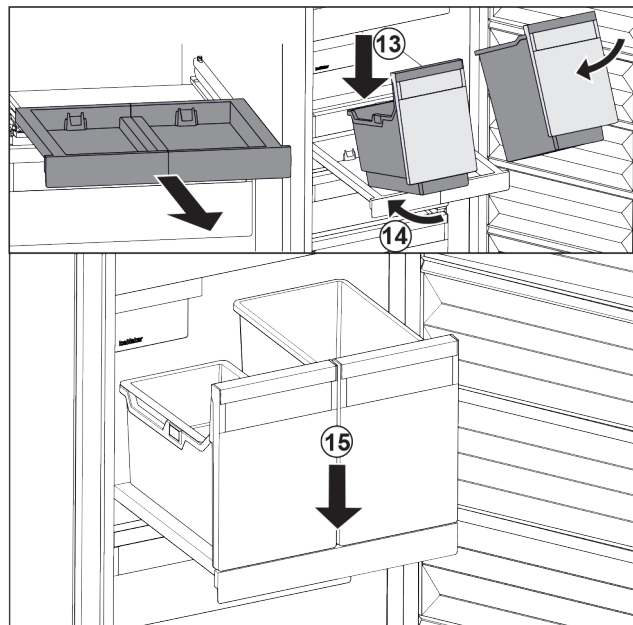

Fig. 106
- ▶ Sæt beholderne skråt på udtrækshylden. Fig. 106 (13)
- ▶ Skub beholderne skråt bagud. Fig. 106 (14)
- ▶ Sæt beholderne ned foran. Fig. 106 (15)